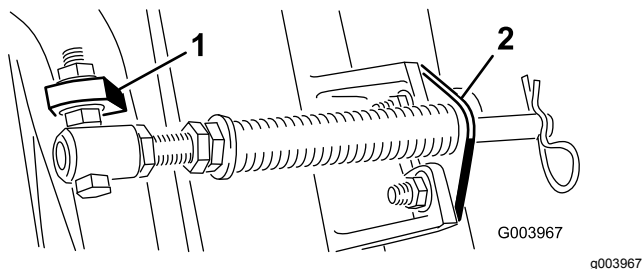

Рисунок 6
- C. Установите болт трубки пружины на противоположный выступ несущей рамы и закрепите фланцевой гайкой. Головку болта следует расположить по направлению к наружной стороне выступа, как показано на Рисунок 6.
- D. Присоедините кронштейн штока к выступам режущих блоков с помощью каретных болтов и гаек (Рисунок 6).